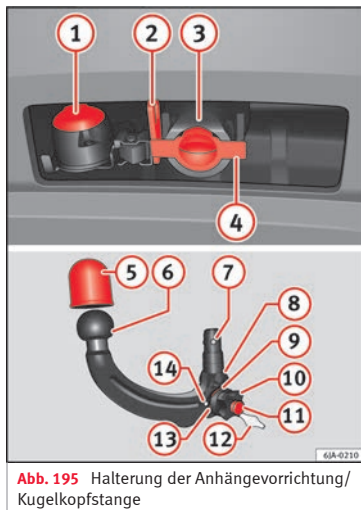

Abb. 195 Halterung der Anhängervorrichtung/Kugelkopfstange
Legende zu » **Abb. 195**
- Ziehen Sie den Verschlussstopfen der Öffnung der Klemmbuchse (4) » Abb. 195 nach unten ab.
- Setzen Sie den Verschlussstopfen der Öffnung der Klemmbuchse (4) » **Abb. 195** auf.